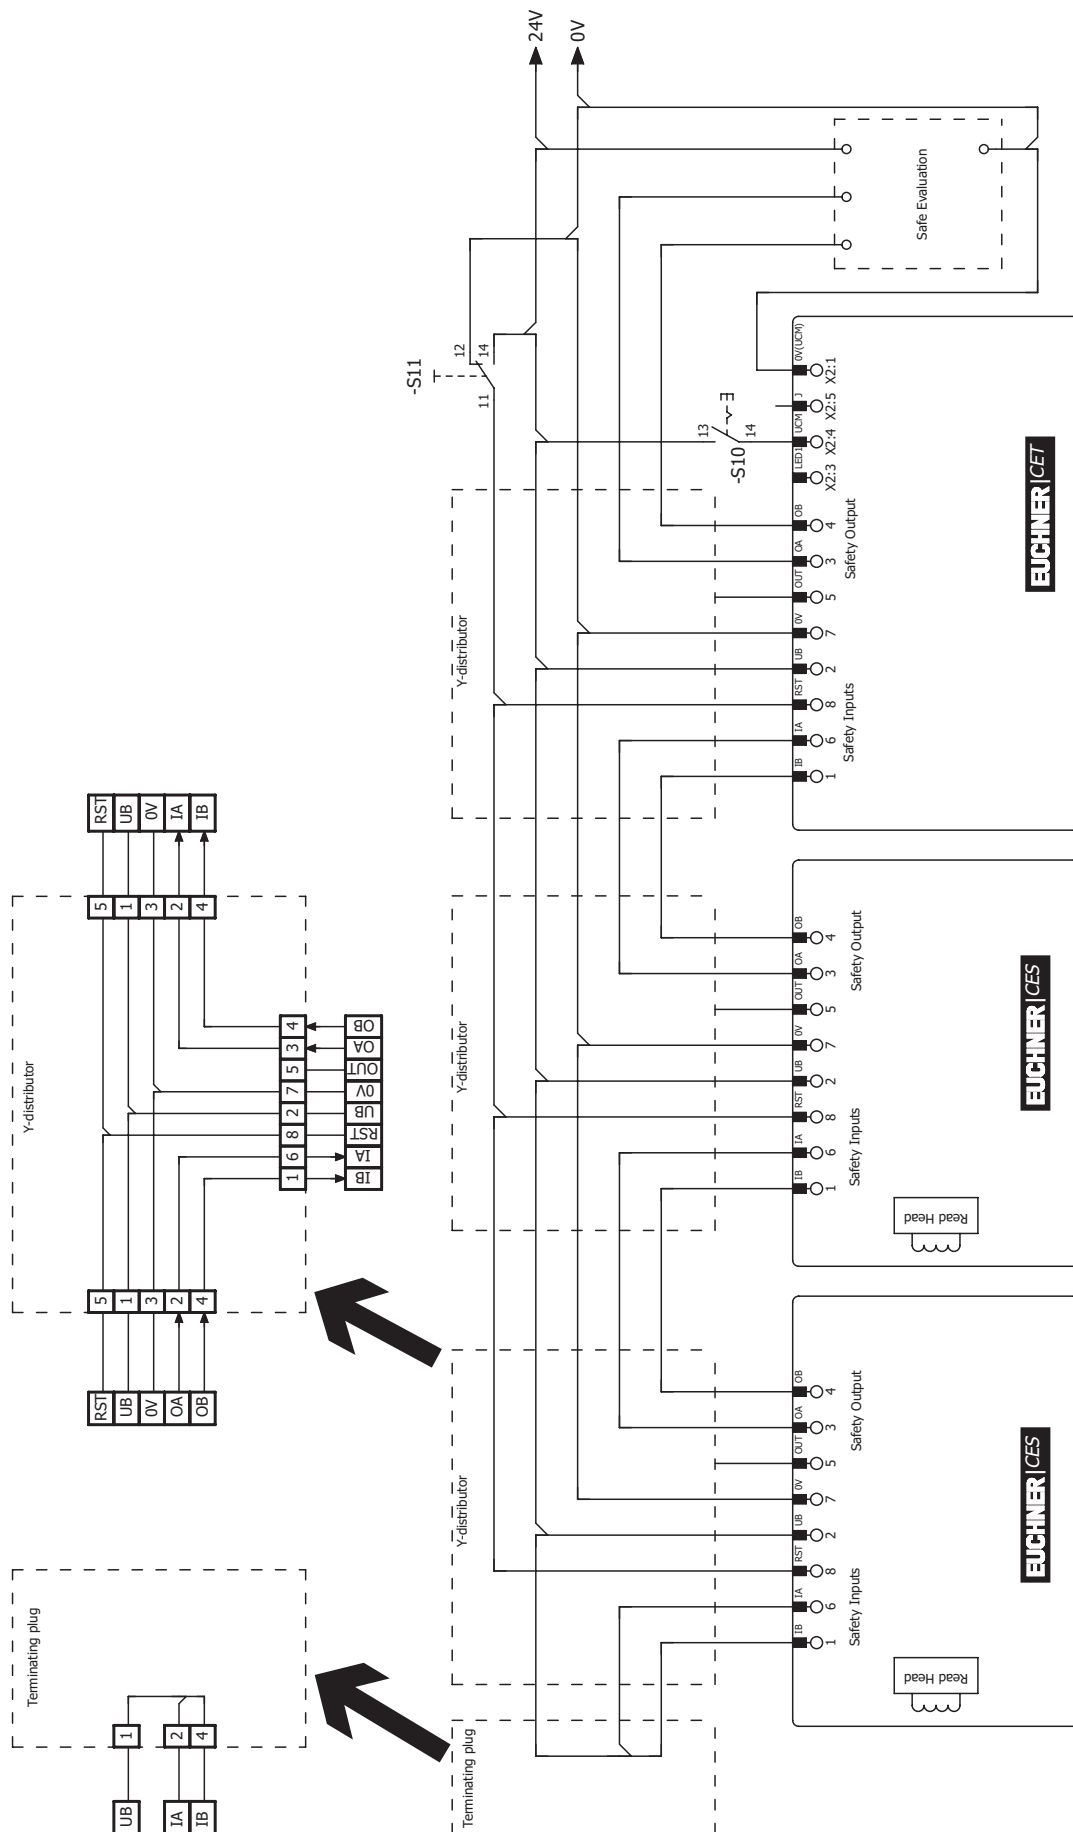

Figura 14: Esempio di collegamento per l'impiego in una catena di finecorsa CES-AR
- › Impiegando il CET-AR con circuito di retroazione e pulsante di avviamento, questo deve trovarsi nell'ultima posizione della catena di finecorsa (vedi *Figura 14 a pagina 34*).
- › Si dovrà utilizzare un segnale comune per tutti i finecorsa di una catena. Questo potrebbe provenire da un deviatore oppure dall'uscita di un sistema di controllo. Un pulsante, in questo caso, non è idoneo poiché durante l'esercizio il reset deve sempre essere applicato a GND (vedi finecorsa S11 alla *Figura 14 a pagina 34*).
Perché questo sia possibile l'ingresso RST deve essere collegato come illustrato alla *Figura 14 a pagina 34*.